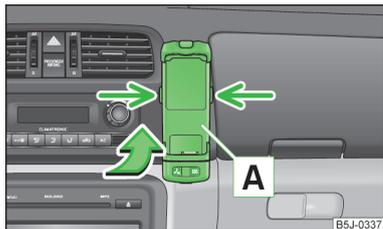

Fig. 85
- Introducir primero el adaptador [A] en el sentido de la flecha » fig. 85 en el soporte hasta el tope. Presionar ligeramente el adaptador hacia abajo hasta que enclave de modo seguro.
- Presionar los enclavamientos laterales del soporte simultáneamente » fig. 85 y extraer el adaptador con el teléfono.